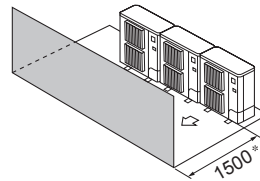

Fig. 2-11
- ③ Hindernisse auf der Vorderseite (Fig. 2-11)